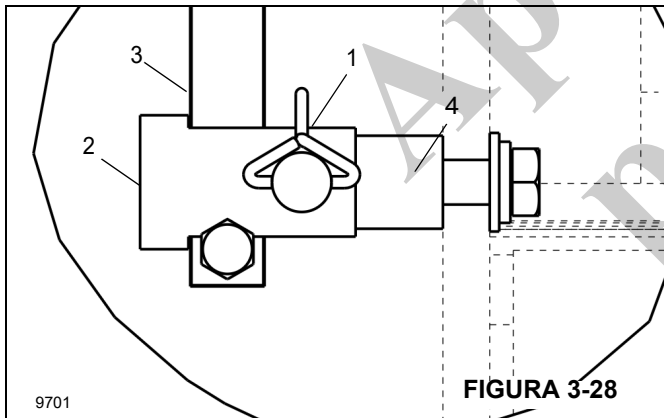

FIGURA 3-28
2. Remova o grampo do pino de segurança (1, Figura 3-28). Remova o pino.
3. Remova a bucha (2) do mastro do anemômetro (3) e do retentor da haste (4).
4. Remova o mastro do anemômetro (3) do retentor da haste (4).
5. Reinstale a bucha (2) e o pino de segurança (1) no retentor da haste (4).
2. Instale o mastro do anemômetro (3, Figura 3-28) no retentor da haste (4).
3. Instale a bucha (2) sobre o mastro (3) e o retentor da haste (4). Alinhe os furos da bucha e do retentor para que o pino de segurança possa ser instalado.
4. Instale o grampo de segurança (1) na bucha (2) e nos furos do retentor (4). Prenda o pino (1) com um grampo de segurança.